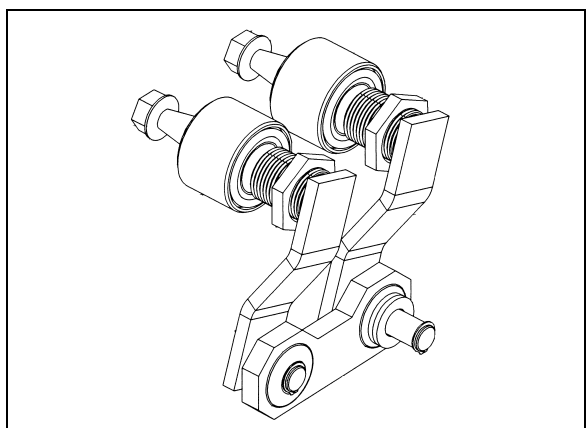

FIGURE 40: MÉCANISME D'ENTRAÎNEMENT (CÔTÉ CONDUCTEUR) 23284
1. Reposer les bras d'essuie-glace et les positionner comme indiqué à la figure 40. Avant de positionner les essuie-glaces à leur position finale, serrer d'abord les écrous.